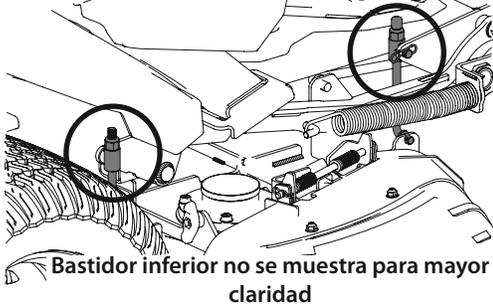

Figura 35
- Ubique los pernos de ajuste arriba de las varillas de elevación de la plataforma del lado izquierdo y derecho de la plataforma. Hay uno de cada lado en el frente de la plataforma entre la plataforma y el tubo del bastidor inferior, y uno a cada lado de la parte trasera de la plataforma cerca del frente de la rueda trasera. Consulte la Figura 35.